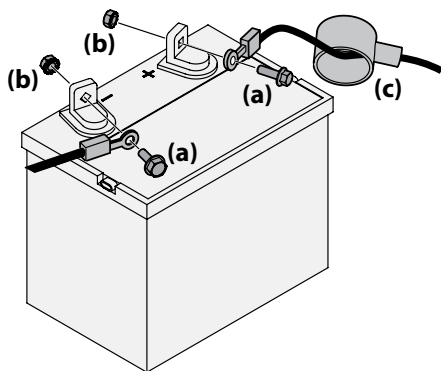

Figura 2-9
1. Retire la cubierta plástica, si está presente, del borne positivo de la batería y una el cable rojo al borne positivo de la batería (+) utilizando el perno (a) y la tuerca hexagonal (b). Vea la Figura 2-9.
2. Retire la cubierta plástica, si está presente, del borne negativo de la batería y una el cable negro al borne negativo de la batería (-) utilizando el perno (a) y la tuerca hexagonal (b). Vea la Figura 2-9.